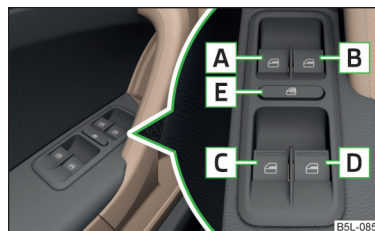

Fig. 38 Tastele geamurilor acționate electric
Tastele geamurilor acționate electric » fig. 38
- După deschiderea portierei șoferului sau a pasagerului față, operarea geamurilor va mai fi posibilă numai de la butonul **A** » fig. 38, prin apăsarea/tragerea acestuia pentru 2 secunde.
- **sau:** Decuplați contactul, deschideți portiera șoferului și mențineți butonul **A** până la capăt în poziție de deschidere » fig. 38 la pagina 57.
- **sau:** Decuplați contactul, deschideți portiera șoferului și mențineți butonul **A** până la capăt în poziție de închidere » fig. 38 la pagina 57.